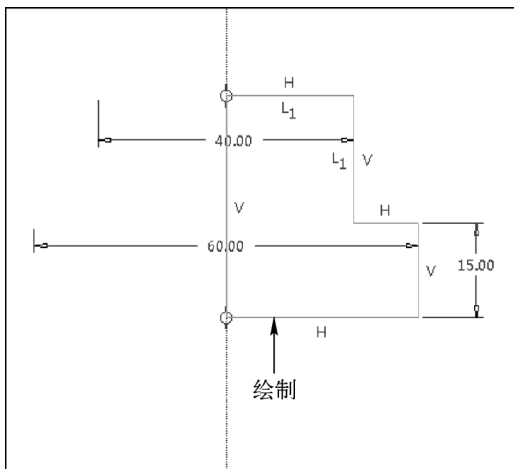

图 8-22 绘制草绘截面
STEP 03 弹出草绘窗口, 单击“草绘”选项卡中的相应按钮, 绘制草绘截面, 如图 8-22 所示。